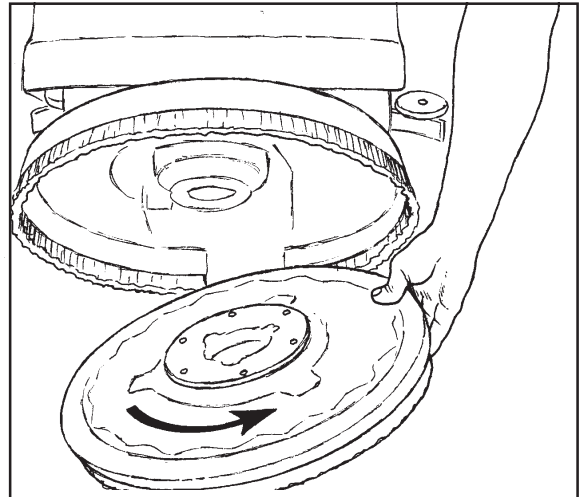

Рисунок 21
4. Чтобы снять щётку, поверните щётку в том же направлении, что и вращение щётки защёлкивающим движением, пока щётка не отсоединится (Смотрите рис. 21).